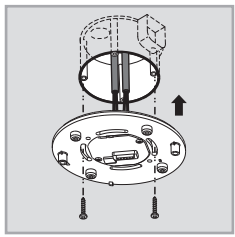

图 15
3.3.3.3 将配电箱安装到标准接线盒中，然后用两个螺钉固定（见图 15）。